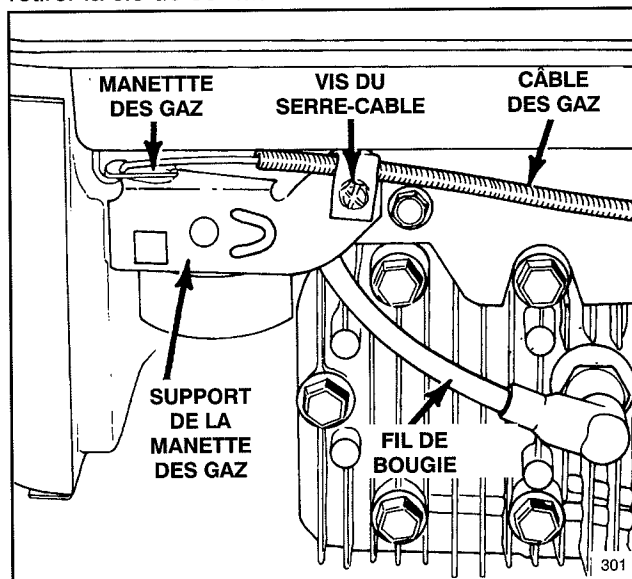
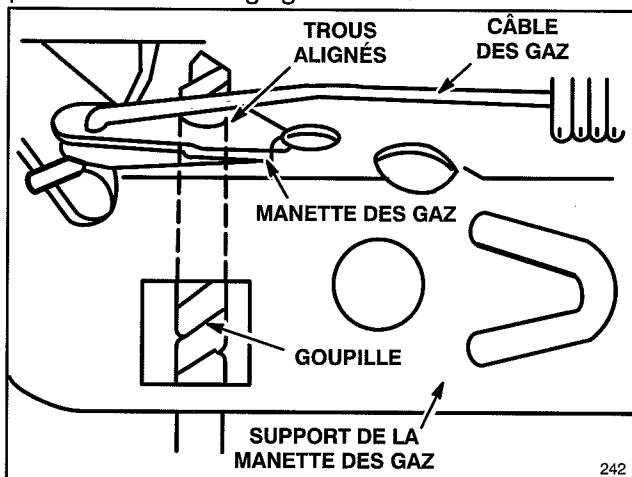

Figure 15
Figure 16
1. Arrêter le moteur et débrancher le fil de bougie (Fig. 15).
1. Arrêter le moteur et débrancher le fil de bougie (Fig. 15). Sur les modèles à démarreur électrique, retirer la clé de contact.
3. Desserrer le vis du serre-câble de façon à permettre au câble de glisser (Fig. 15). Aligner les trous de la manette des gaz sur ceux du support au moyen d'une goupille de 3 mm (0,21 pouce) de diamètre (Fig. 16). Resserrer le vis du serre-câble pour conserver le réglage du câble.
1. Arrêter le moteur et débrancher le fil de bougis (Fig. 15).
1. Arrêter le moteur et débrancher le fil de bougiss (Fig. 15).